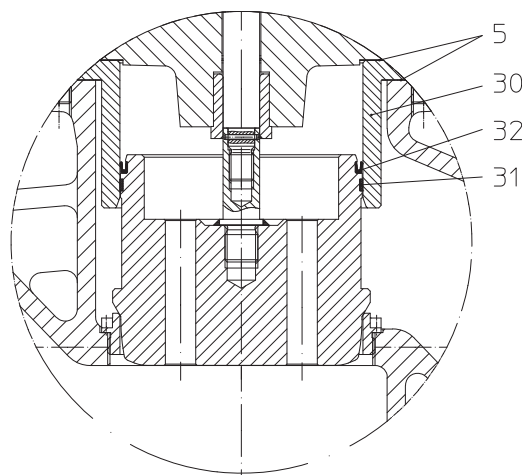

Fig. 11: Trykaflastningskegle
- Den slidte/defekte stempelpakning (pos. 32) fjernes fra noten med dertil egnet værktøj.
- Ny stempelpakning monteres (pos. 32), vær opmærksom på at den sidder rigtig ved sammenbygning (se Fig. 11).
- O-ring (pos. 31) udskiftes.
- Indvendig side af styre-cylinderne (pos. 30) rengøres evt. afpudses med fin sandpapir.
- Udskift 2 pakninger (pos. 5).
- Fastgør med møtrikker (pos. 10) og stram dem over kors.